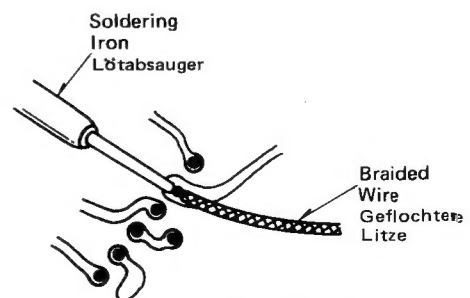

Fig. 13 Abb. 13
B. With braided wire (See figure 13.)
Use a piece of braided wire to absorb soldering of each terminal as shown in figure 13.
B. Mit geflochtener Litze (s. Abb. 13)
Mit einem Stück geflochtener Litze lässt sich wie in Abb. 13 das Lötzinn von jeder Lötstelle entfernen.